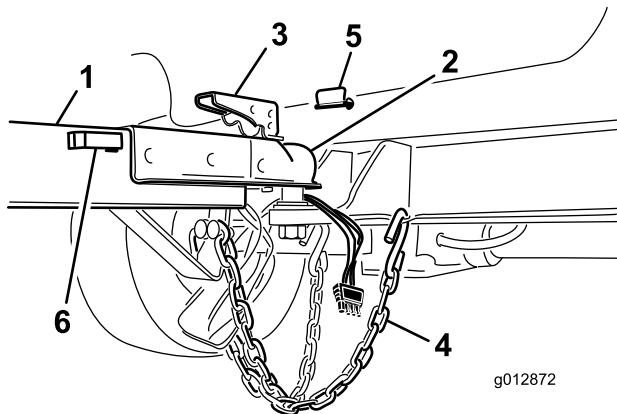

Figura 7
5. Guarde el conector del arnés en el soporte de la barra del enganche (Figura 7).
2. Levante la palanca de acoplamiento de la lengüeta y baje el enganche sobre la bola (Figura 7).
4. Instale el pasador de bloqueo para bloquear la palanca de acoplamiento (Figura 7).
5. Cruce las cadenas de seguridad y conéctelas a los taladros del enganche (Figura 7).